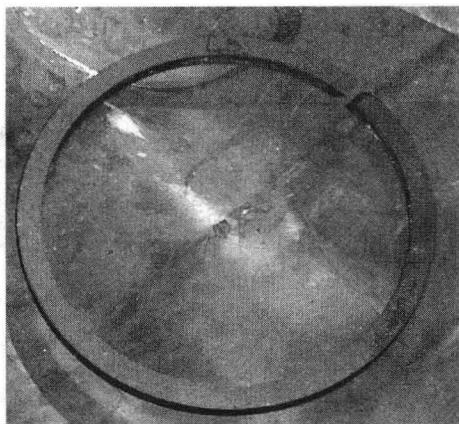
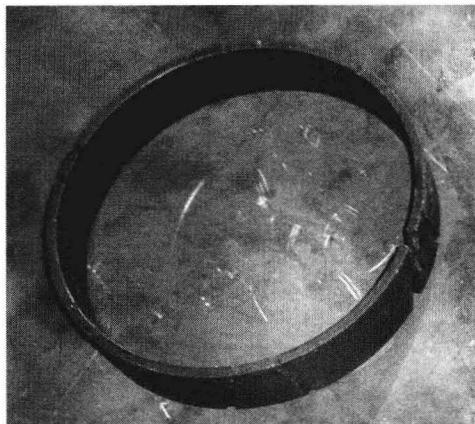

图 1-13 活塞环 (3 级)
图 1-14 导向环 (3 级)
12) 测量活塞环和导向环的磨损情况，主要是测量活塞环的径向厚度的磨损量，轴向磨损量较小，将测量的记录下来。通过磨损情况，可以评估活塞环的使用寿命。从现场使用情况看，该压缩机的活塞环使用寿命一般为三年。以3级活塞环为例说明，对3级气缸的活塞环进行了测量，其中磨损量最大的一个活塞环，活塞环的径向磨损为0.3mm，轴向磨损为0.08mm，该活塞环和导向环由广东潮州东风特纤公司生产，与活塞杆配合的填料环也由该公司生产，填料为3、6瓣形式。刚开始投用的时候，相同部位的进口活塞环在使用12个月以后，活塞环的径向磨损量为2.1mm，轴向磨损量为0.15mm，因此，将其改为国产活塞环、导向环和填料环。图1-13为3级活塞环的实物图片，图1-14为3级导向环的实物图片。